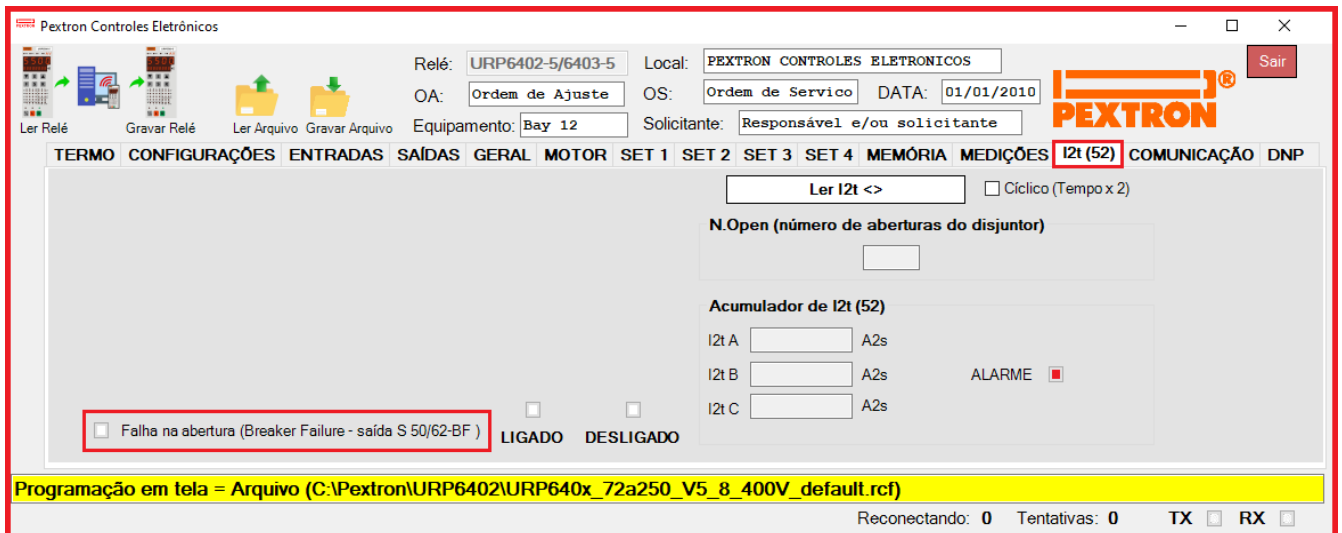

Figura 16.2: Pasta I2t (52) sinalizando o estado de falha do disjuntor.
O estado da supervisão é indicado na IHM local e na pasta **I2t (52)** do programa aplicativo de configuração e leitura do relé conforme figura 16.2.